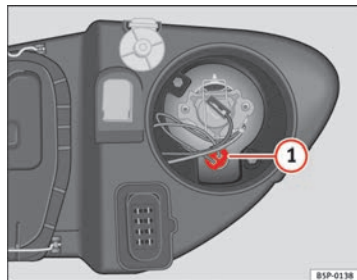

Abb. 170 Standlicht
- Den Lampenträger => Abb. 170 **1** herausnehmen.